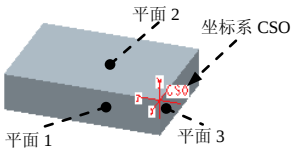

图 5.19.30 由三个平面创建坐标系
如图 5.19.30 所示, 现需要在三个垂直平面 (平面 1、平面 2 和平面 3) 的交点上创建一个坐标系 CSO, 操作步骤如下:
Step2. 单击“创建坐标系”按钮  (另一种方法是选择下拉菜单  模型基准 (M) ►  坐标系 (C)... 命令)。
Step3. 选择三个垂直平面。如图 5.19.30 所示, 选择平面 1; 按住键盘的<Ctrl>键, 选